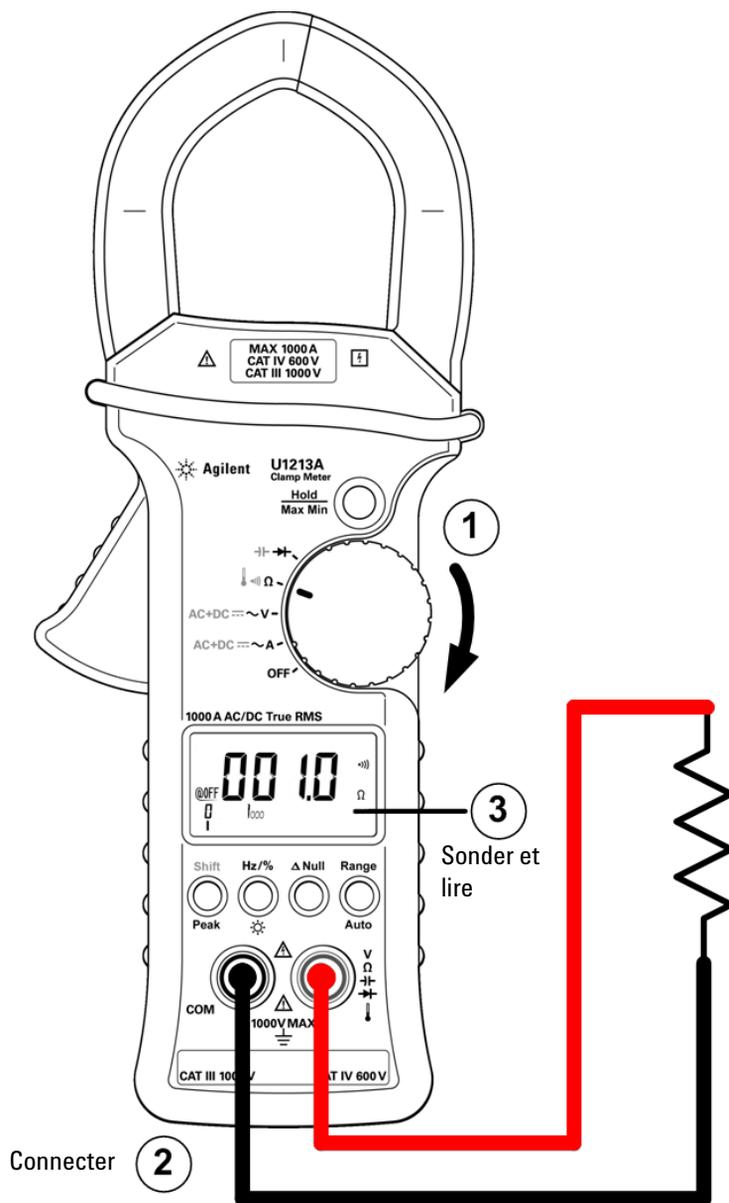

Figure 2-4 Test de continuité
- 4 Pour effectuer le test de continuité, appuyez une fois sur **Shift**. (voir Figure 2-4 à la page 24). L'alarme retentit si la résistance est inférieure à 10,0  $\Omega$ .